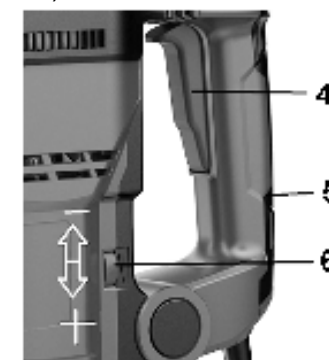

Рис.6
8.3. Регулировка частоты вращения и ударов (Рис. 6, 7)
### ПЭ-1250/40Э, Рис.6